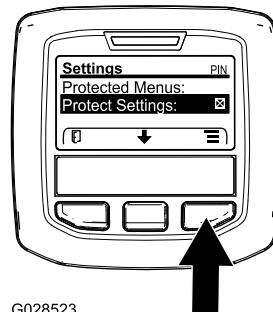

Figura 32
- A partir do menu PRINCIPAL, utilize o botão central para ir até ao menu de DEFINIÇÕES e prima o botão direito (Figura 32).